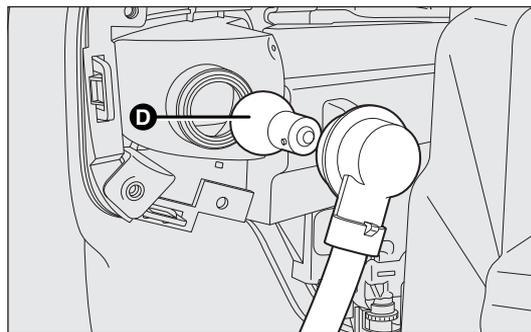

fig. 171
- enlever l'ampoule D-fig. 171 en la poussant légèrement et en la tournant dans le sens contraire des aiguilles (blocage à « baïonnette ») puis la remplacer ;